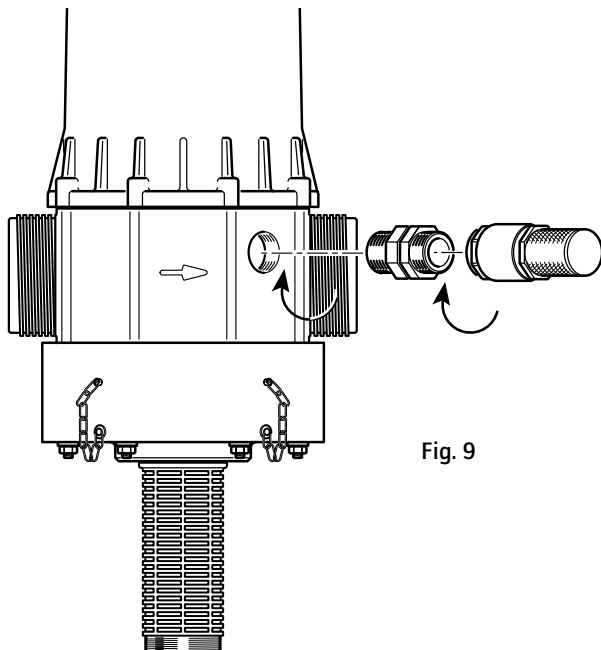

Fig. 9
- Het herstelt automatisch de atmosferische druk in de installatie in geval van accidentele depressie* (Fig. 9). Zijn gebruik is onderhevig aan de sanitaire reglementering die in het land van kracht is.